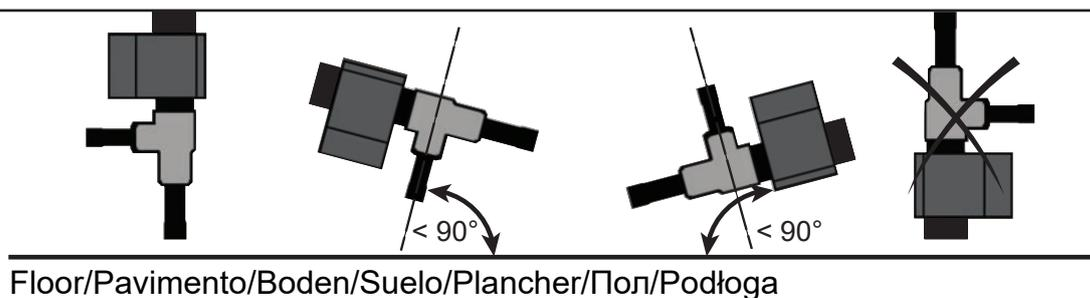

Fig. 2. Mise en place du détendeur
3. Positionnez la soupape comme indiqué (voir Fig. 2). La bobine ne doit pas être tournée vers le bas..